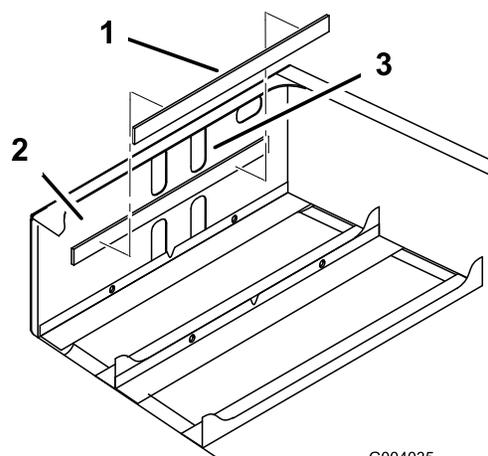

**Figura 4**
- Instale a caixa dos tabuleiros das baterias na estrutura de montagem na retaguarda (Figura 4).